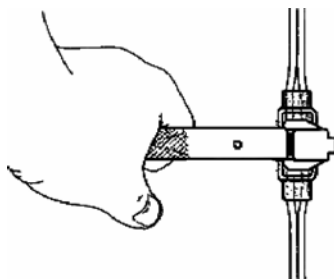

Рис. 13.6. Опрессовка соединителя E-9BM
13.1.6. Вставить соединитель полностью между губок пресса. Опрессовать соединитель так, чтобы крышка **не выступала** из корпуса соединителя (рис. 13.6).